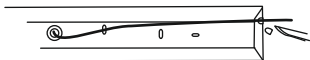

Рисунок 1
- в боковине светильника со стороны ввода проводов питания сделайте отверстие необходимого размера (рисунок 1);